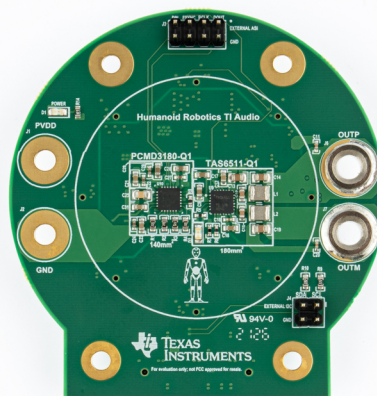

図 2. TI のヒューマノイド ロボット向けオーディオ サブシステムのリファレンス デザイン (TIDA-060054) に搭載された PDM / TDM オーディオ コンバータとオーディオ アンプ
ヒューマノイド ロボットは多くの場合、スペースと温度に関して制約があります。大電力のモーターとプロセッサは、通気量が限られたコンパクトなスペースに収納されており、高温で動作する定格を備えた高効率アンプが必要となります。外部ヒートシンクが不要な集積回路 (IC) は、こうした制約の厳しい設計 (例: 図 2) において明確な利点をもたらします。TI の TAS6511-Q1 は、50W の出力電力を供給するモノラル アンプであり、最大 125°C の動作温度に対応し、すべてをパッドダウン 4mm x 4mm QFN パッケージに集積しています。アナログ入力アンプを使用する設計の場合、TPA3132D2 アナログ入力 **Class-D** アンプはモノラル スピーカに 50W の出力を供給でき、I2C による設定は必要ありません。必要な出力が少ない場合、例えば、筐体が小さい場合や、周囲ノイズの低い環境の場合などは、TAS6501-Q1 は 15W の出力電力の供給に対応します。